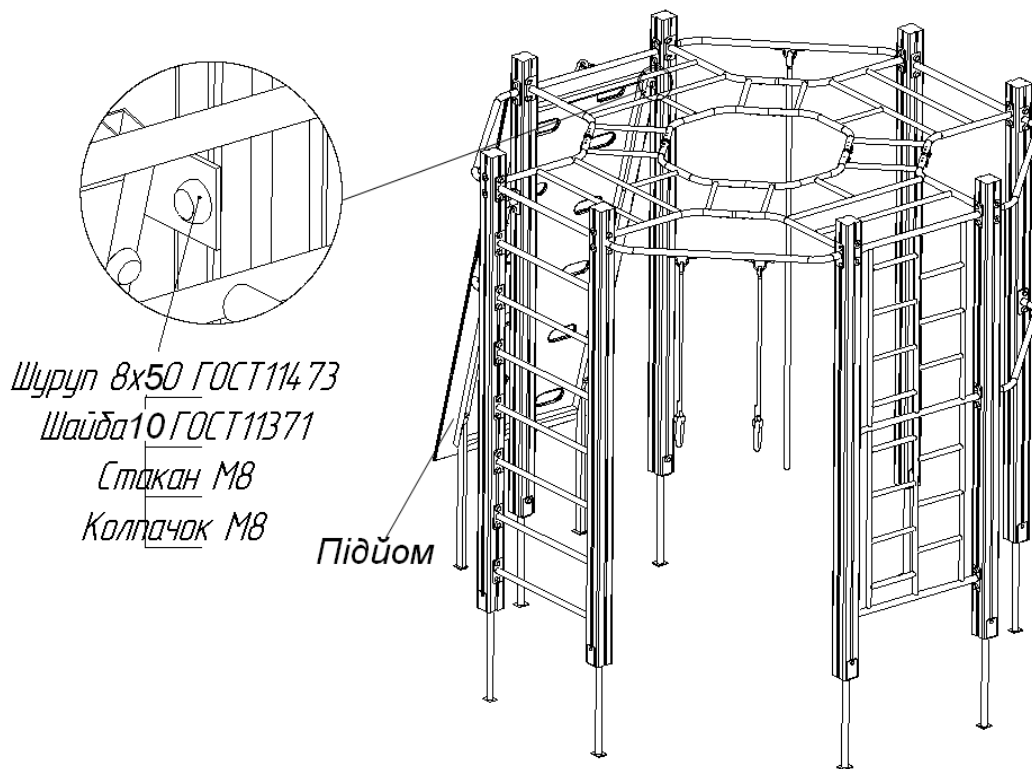

Рис.9
- 2) Підйом приєднується до брусів за допомогою стандартних виробів, представлених на рис.9.